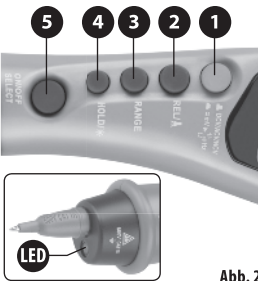

Abb. 2
2. Wenn Sie Gleichspannung messen wollen, drücken Sie den Taster der Funktionswahl (Abb. 2, Position 1), bis sie auf dem Display  erscheint.
3. Wenn Sie Wechselspannung messen wollen, so drücken Sie den Taster **Select/On&Off** (Abb. 2, Position 5), bis auf dem Display das Symbol AC erscheint, für die Messung von Gleichspannung muss auf dem Display das Symbol DC erscheinen.
2. Wenn Sie Gleichspannung in mV messen wollen, drücken Sie den Taster der Funktionswahl (Abb. 2, Position 1), bis sie auf dem Display  erscheint.
2. Drücken Sie die Taste **Select/On&Off** (Abb. 2, Position 5), bis auf dem Display das Symbol  erscheint.
3. Drücken Sie den Taster **ON/OFF Select** (Abb. 2, Position 5), bis auf dem Display das Symbol  erscheint. Es kann nötig werden, mit der Taste **RANGE** (Abb. 2, Position 3) die Einheit des Widerstands zu ändern, damit auf dem Display ein Wert erscheint, anderenfalls zeigt das Display „OL“ an.
3. Drücken Sie den Taster **Select/On&Off** (Abb. 2, Position 5), bis auf dem Display das Symbol  (2 und ∞).
3. Drücken Sie den Taster **Select/On&Off** (Abb. 2, Position 5), bis auf dem Display das Symbol Diode erscheint.